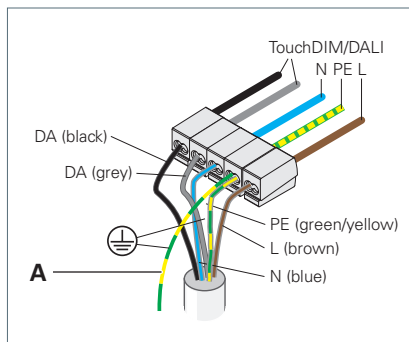

Fig. 16: Leuchte anschließen.
- ▶ Schließen Sie das Erdungskabel **A** an der Anschlussseite der Leuchte an die Schutzleiterklemme an, siehe Fig. 16.